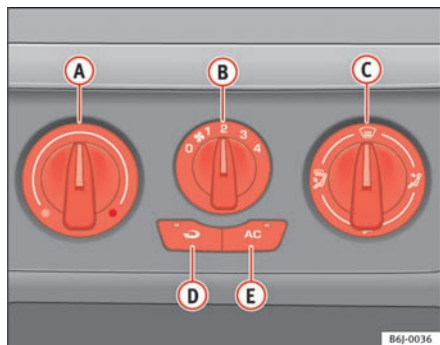

Fig. 94 I instrumentpanelet: betjeningselementer til varmeanlæg
- Drej kontakten til regulering af temperaturen ⇒ fig. 94 **A** til venstre.
- Drej kontakten til regulering af temperaturen ⇒ fig. 94 **A** til højre, indtil den ønskede varmeydelse er nået.
- Drej kontakten til regulering af temperaturen ⇒ fig. 94 **A** helt til højre for at opnå den højeste varmeydelse.
- Drej kontakten til regulering af temperaturen ⇒ fig. 94 **A** ind i varmeområdet.